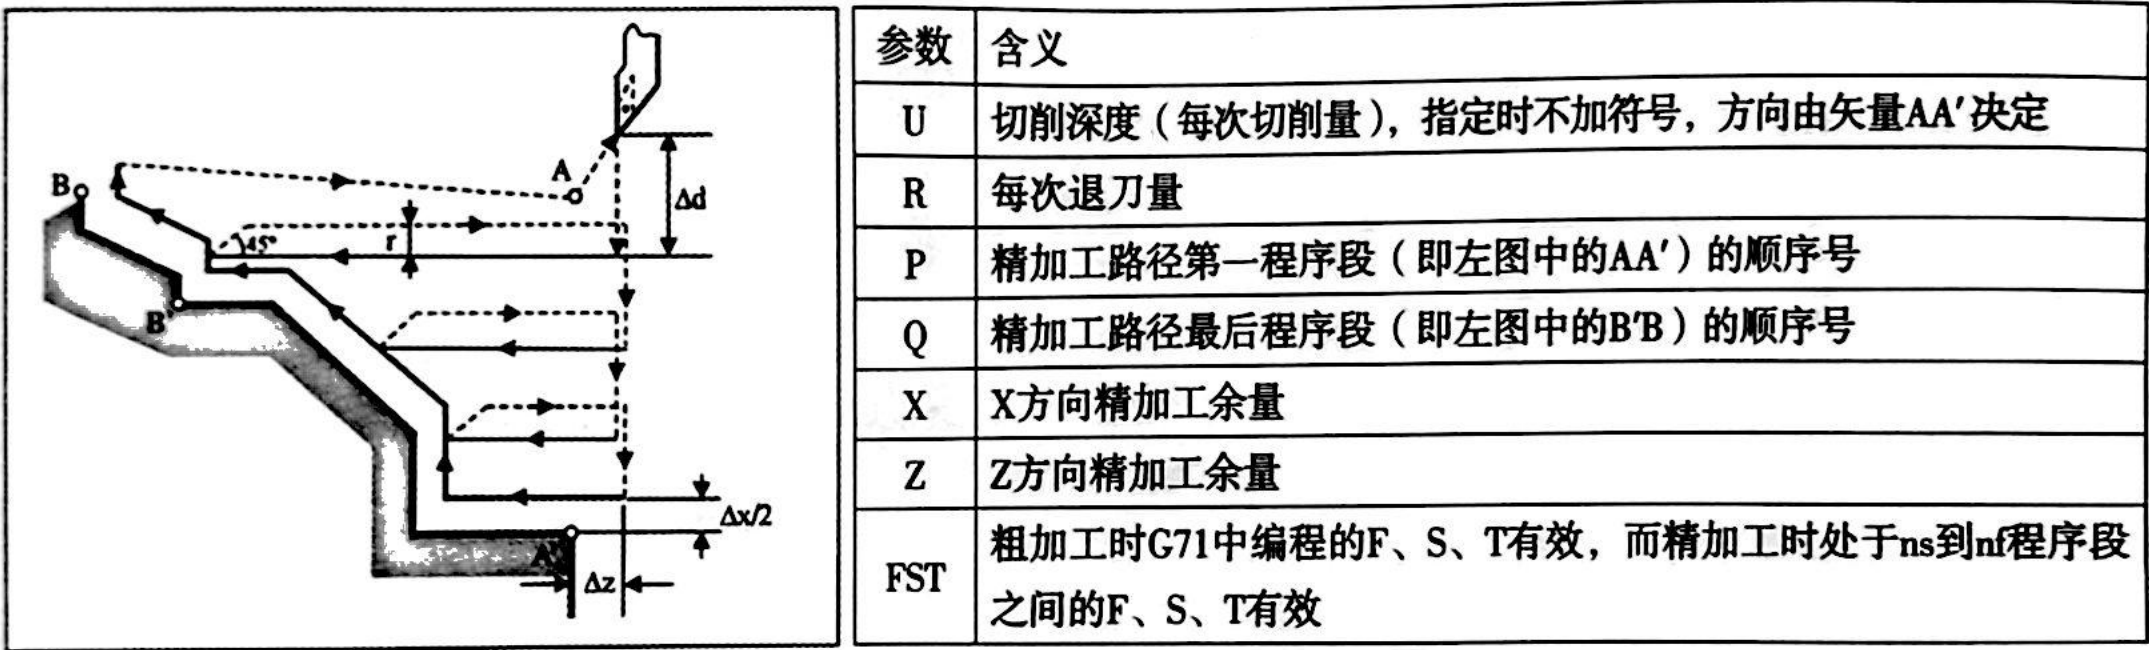

图 2-70 无凹槽内 / 外径粗车复合循环路径图与参数含义
内（外）径粗车复合循环（G71），可分为无凹槽和有凹槽内（外）径粗车复合循环。该指令执行如图2-70所示的粗加工，并且刀具回到循环起点。精加工路径A→A'→B'→B的轨迹按后面的指令循序执行。
1. 无凹槽内/外径粗车复合循环指令（图2-70）